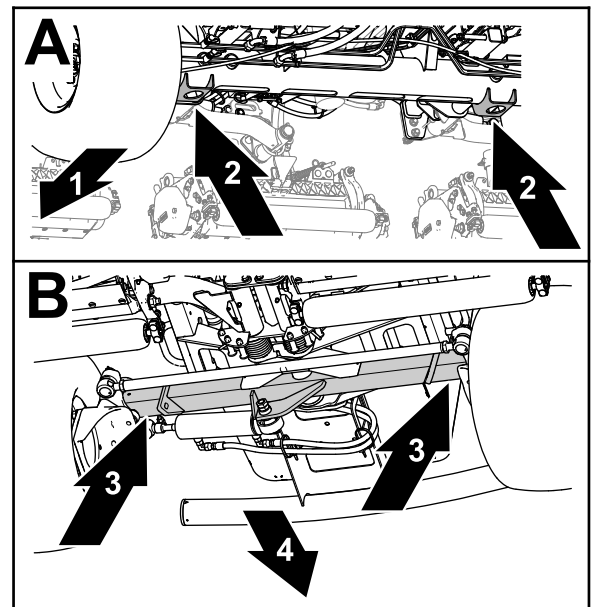

Figura 55
- Frente – os suportes do macaco do tubo do eixo dianteiro (Figura 55).